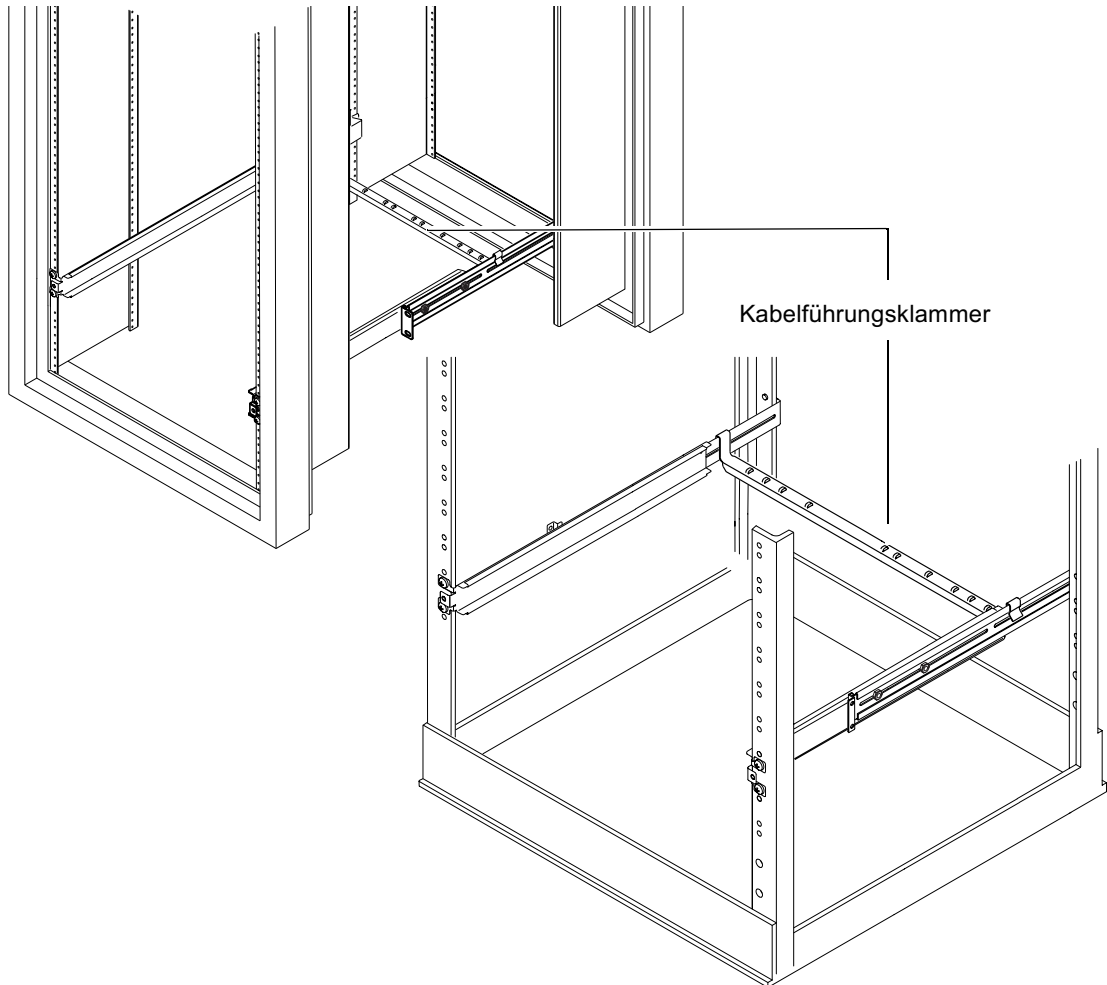

ABBILDUNG 5-9 Anbringen der Kabelführungsklammer in einem Sun StorEdge-Rack oder in einem Standard-Rack (19 Zoll)
- Haken Sie die Klammer auf den Einbauschienen an der Rückseite des Servers ein (siehe ABBILDUNG 5-9).